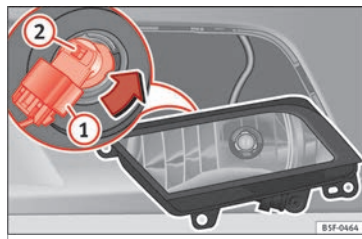

Fig. 107 Faro antiniebla.
- Extraiga el conector » fig. 107 ① de la lámpara.
- Gire el portalámparas » fig. 107 ② hacia la izquierda y tire.